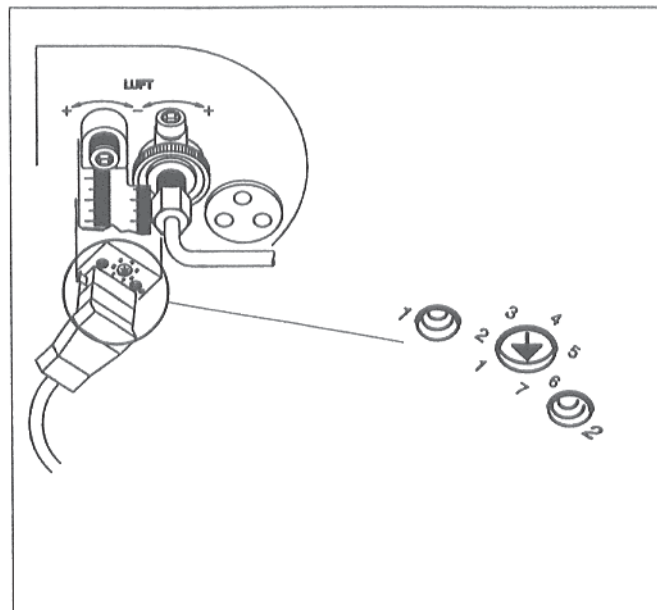

Рис.5: Устройство контроля пламени
- Снять устройство контроля пламени при работающей горелке (рис.5)
Уровень чувствительности настроен изготовителем на значение "7". В процессе работы оба светодиода должны гореть (рис.5).